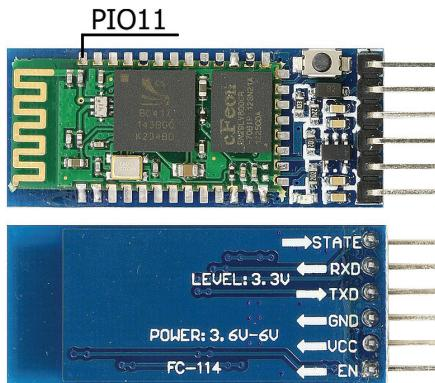
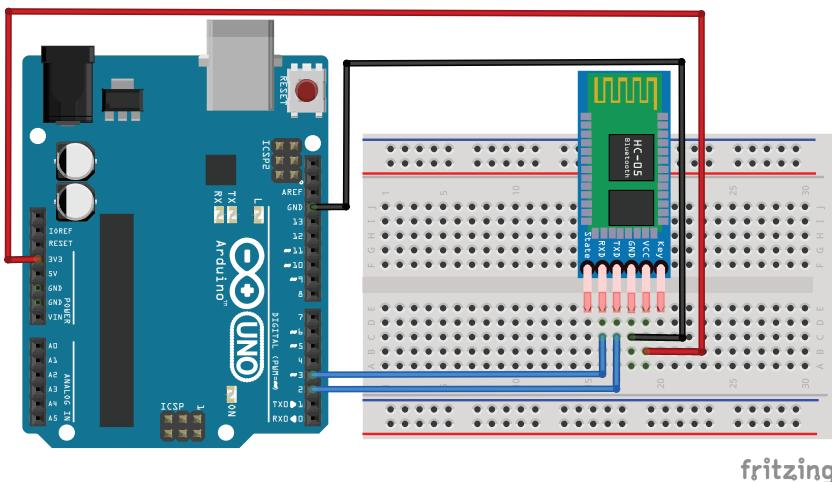

Рис. 31.1. Вид модуля Bluetooth HC-05
Рис. 31.2. Схема подключения модуля HC-05 к плате Arduino
Bluetooth (с англ. – «голубой зуб») – одна из технологий беспроводной передачи данных. Спецификация была разработана в 1998 г. компанией Ericsson, а позднее оформлена группой Bluetooth Special Interest Group (SIG), официально зарегистрированной 20 мая 1999 г. Bluetooth позволяет объединять в локальные сети любую технику: от мобильного телефона и компьютера до холодильника. При этом одним из немаловажных параметров новой технологии являются низкая стоимость устройства связи (в пределах 20 долларов), его небольшие размеры (ведь речь идет о мобильных устройствах) и, что немаловажно, совместимость, простота встраивания в различные устройства. Мы будем использовать недорогой модуль HC-05. В нем используется чип BC417 плюс Flash-память и выводы GPIO. Чип поддерживает спецификацию Bluetooth v2.0 + EDR, AT-команды, может работать в режиме Master или Slave, поддерживает скорость обмена от 2400 до 1 382 400. Напряжение питание модуля составляет 3,3 В, ток потребления ~50 мА, что позволяет питать его от вывода Arduino +3,3 В. Для программирования модуля с помощью AT-команд необходимо на вывод PIO11 подать +3,3 В. Не на всех версиях модулей HC-05 вывод PIO11 выведен на разъем. В некоторых случаях потребуется аккуратно подпаять провод к выводу прямо на плате (рис. 31.1). Подключим модуль к плате Arduino и рассмотрим простейшие AT-команды. Схема подключения показана на рис. 31.2.
- Подключаем модуль HC-05 к плате Arduino по схеме на рис. 31.2. Отключаем провод, ведущий к выводу 34 модуля (PIO11), от 3,3 В.